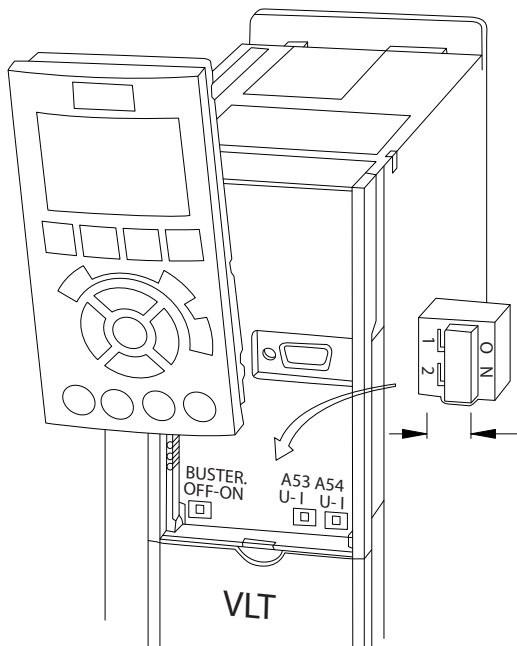

Abbildung 4.10 Lage der Schalter für die Klemmen 53 und 54
1. Entfernen Sie die LCP-Bedieneinheit (siehe *Abbildung 4.10*).